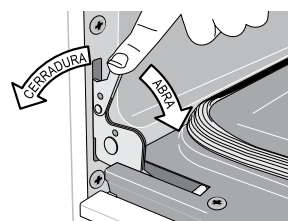

Fig. 2
4. Empuje los seguros de las bisagras izquierda y derecha hacia arriba y hacia el interior del marco del horno (Fig. 2) a su posición bloqueada; luego cierre la puerta del horno.